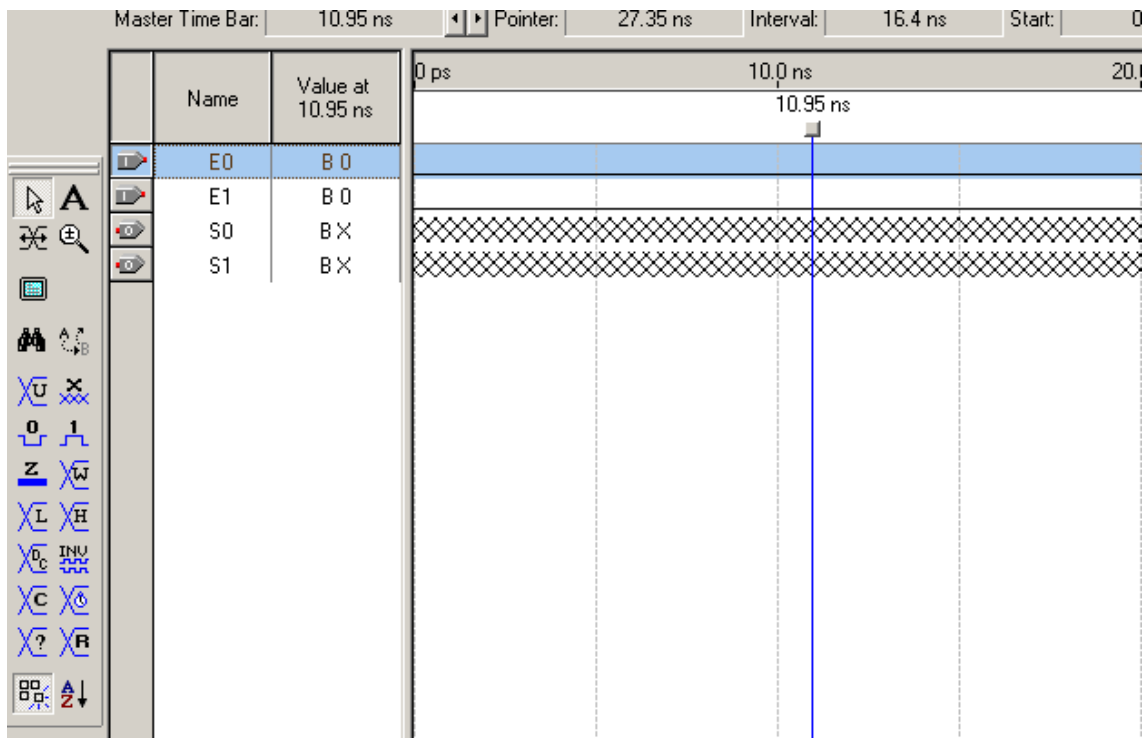

Figura 5.13 Escolha dos níveis lógicos das entradas para simulação.
6. A escolha dos níveis lógicos das entradas é feita na tela da Figura 5.13, onde clicando sobre uma das entradas a barra de ferramentas do "Waveform editor" vai ficar habilitada como pode-se observar na Figura 5.13. Escolhendo a seta na barra de ferramentas, arrasta-se o mouse clicado no botão da esquerda escolhendo-se os espaços sobre as formas de onda, e na barra de ferramentas à esquerda da tela escolhe-se o nível lógico desejado. Existem muitas opções na barra de ferramentas como , por exemplo, incluir nas entradas uma variação como contador, binário, hexadecimal, etc